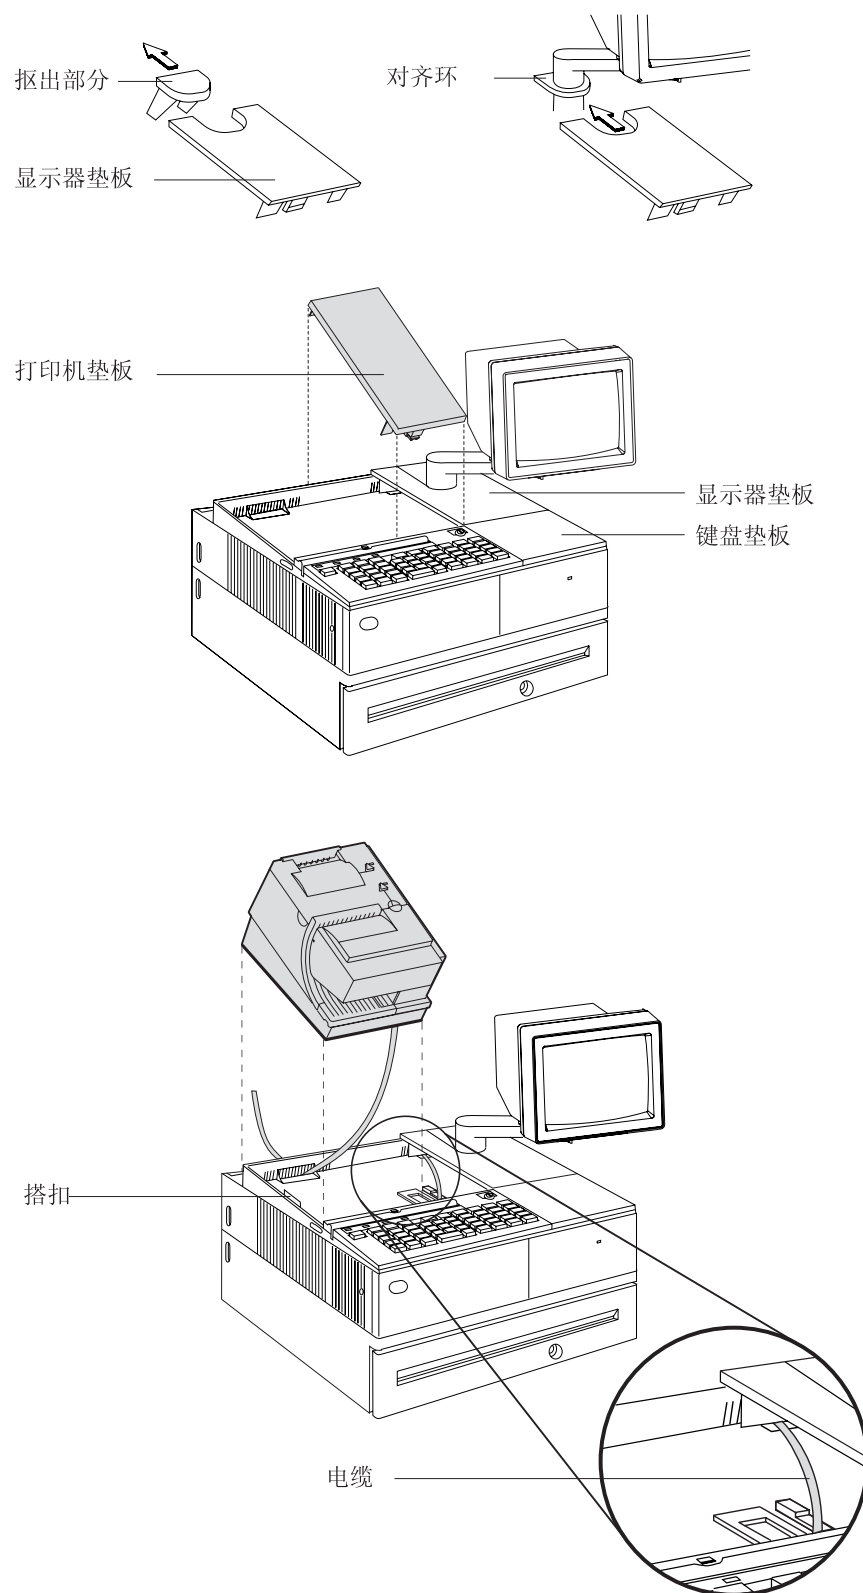

图 13. 安装 USB 系统的垫板. (图中示例为 SurePOS 700 系列系统.)
2. 将与视频显示器相应的垫板放置在该系统单元上。**切勿取下挡芯部分**，除非安装了集成式视频。请参阅第 23 页的图 13。
3. 如果使用的是短键盘，请将键盘填充件放在键盘边上。请参阅第 23 页的图 13。
4. 将打印机填充件放在显示器填充件边上。**请务必将键盘电缆沿侧边布线**，如第 23 页的图 13 所示。